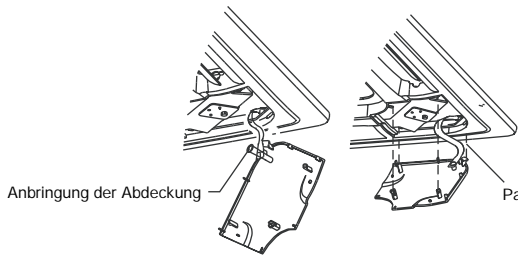

Abb.1-14
- Befestigen Sie die Seile der Abdeckung an den Schrauben der Installationsabdeckung (Siehe Abb.1-14 links).
- Drücken Sie die Abdeckung leicht gegen das Panel (Siehe Abb.1-14 rechts).